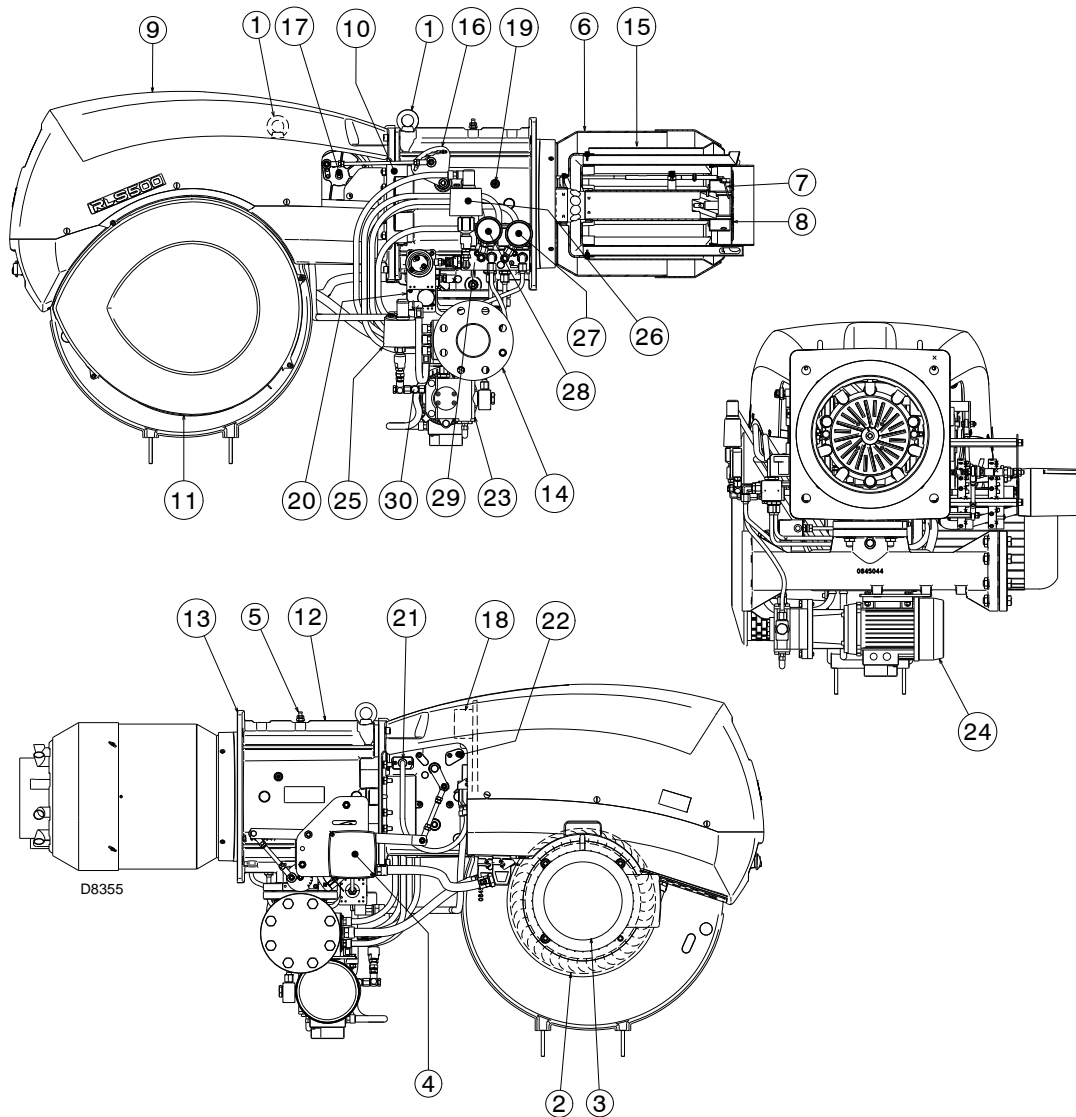

Abb. 5
(1) Bezugsbedingungen: Raumtemperatur 20°C - Gastemperatur 15°C - Barometrischer Druck 1013 mbar - Höhe 0 m ü.d.M.
(2) Druck am Anschluß 5)(Abb. 5) bei druckloser Brennkammer und bei Höchstleistung des Brenners.
(3) Test der Geräuschemissionen gemäß der Norm EN 15036-1 und einer Messgenauigkeit $\sigma = \pm 1,5$ dB im Verbrennungslabor des Herstellers mit einem als Prüfkessel bei maximaler Leistung arbeitendem Brenner ausgeführt.